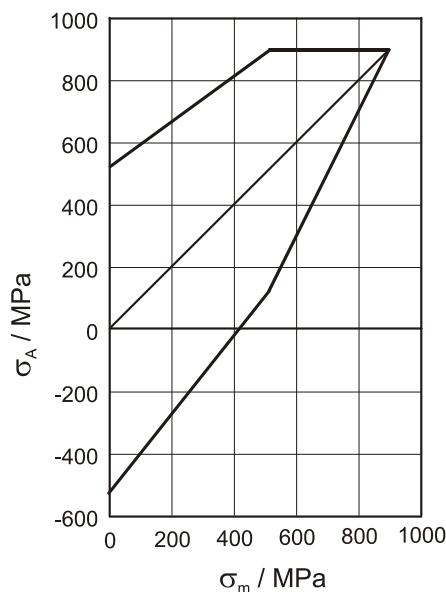

Bild 4: Dauerfestigkeitsschaubild nach Smith für 42CrMo4 (poliert)
- e) Für weitere Anwendungen soll aus dem Dauerfestigkeitsschaubild nach Smith die Zugschwellfestigkeit abgelesen werden. Zeichnen Sie diese in Bild 4 ein und tragen Sie den abgelesenen Wert in die dafür vorgesehene Tabelle ein. Warum ist das Schaubild bei einer ertragbaren Spannungsamplitude von 900 MPa horizontal begrenzt?